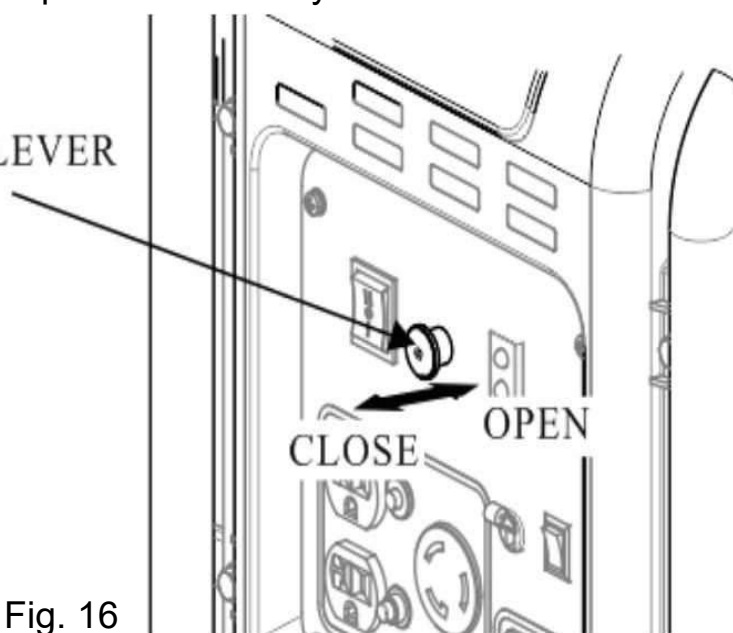

Fig. 16
6. Po zakończeniu procesu rozruchu należy przesunąć dźwignię dławika z powrotem do pozycji "OPEN". (Patrz str.26 rys.16)
1. Ustawić dźwignię dławika (p.17 rys.5 (18)) w pozycji "CLOSE" dla zimnego rozruchu, wyciągając go (patrz str.26 rys.16).